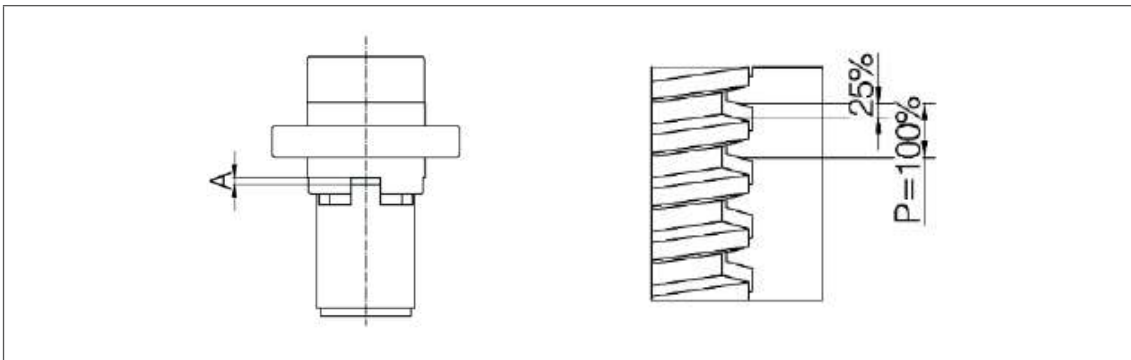

图 20: 安全锁紧螺母 SIFA: 用于磨损测试对比的尺寸 „A „
4. Falls eine Sicherheitsfangmutter SIFA vorhanden ist. Maß „A “ messen und notieren (siehe Abb. 20). Dieses Maß im Neuzustand dient im weiteren Betriebsverlauf als Vergleichsmaß und ist notwendig, um später den Verschleiß beurteilen zu können (siehe Kapitel 7.1.1., Seite 25)
3. 如果安装了安全锁紧螺母 SIFA：检查磨损情况，如图 20 所示。